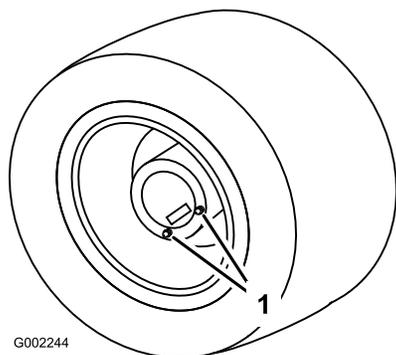

Figura 83
1. Coloque el fumigador sobre una superficie nivelada, con las ruedas traseras posicionadas según se muestra en Figura 83.
3. Coloque un recipiente de vaciado debajo de los tapones de vaciado y retírelos de la rueda (Figura 83).